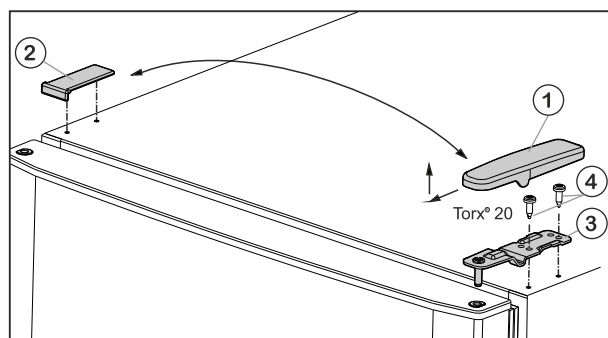
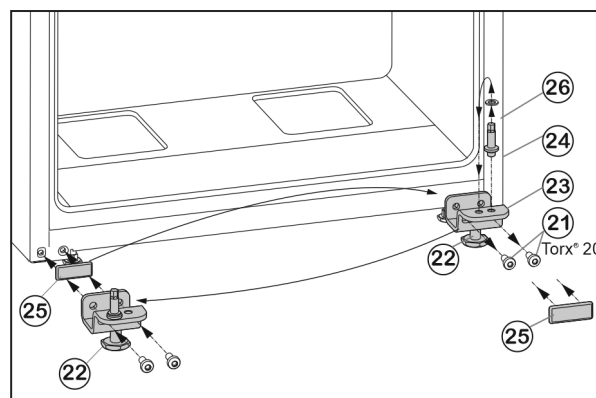

Fig. 5
Fig. 7
- ▶ Wyjąć osłonę Fig. 5 (1) do przodu i do góry.
- ▶ Podnieść osłonę Fig. 5 (2).
- ▶ Odkręcić górną płytkę zawiasu Fig. 5 (3) (2 razy Torx® 20) Fig. 5 (4) i wyjąć ją do góry.
- ▶ Odkręcić śruby mocujące Fig. 7 (21).
- ▶ Usunąć dolną płytkę zawiasu Fig. 7 (23), wraz z trzpieniem zawiasu Fig. 7 (24), podkładką Fig. 7 (26) i nóżką Fig. 7 (22).
- ▶ Odkręcić całą trzpień zawiasu Fig. 7 (24) z podkładką Fig. 7 (26), przetożyć do przeciwległego otworu mocującej płytki zawiasu i tam dokręcić.
- ▶ Ostrożnie zdjąć płytkę osłaniającą Fig. 7 (25) i przetożyć na przeciwną stronę.
- ▶ Całą dolną płytkę zawiasu Fig. 7 (23) wraz z trzpieniem zawiasu Fig. 7 (24), podkładką Fig. 7 (26) i nóżką Fig. 7 (22) ponownie przykręcić po nowej stronie zawiasu, ew. przy użyciu wkrętarki akumulatorowej (z siłą 4 Nm).
- ▶ Założyć dolne drzwi od góry na sworzeń zawiasu Fig. 7 (24).
- ▶ Środkową płytkę zawiasu (13) obrócić o 180° włożyć w dolne drzwi i przykręcić po nowej stronie zawiasu za pomocą śrub mocujących (11) (2 x Torx® 20) (z siłą 4 Nm).
- ▶ Ponownie założyć podkładkę z tworzywa sztucznego (10).
- ▶ Założyć górne drzwi na środkową płytkę zawiasu (13).
- ▶ Włożyć w drzwi górną płytkę zawiasu Fig. 5 (3) po nowej stronie zawiasów.
- ▶ Dokręcić górną płytkę zawiasu (z siłą 4 Nm) (2 razy Torx® 20) Fig. 5 (4). Ewentualnie użyć wkrętarki akumulatorowej.
- ▶ Założyć osłonę Fig. 5 (1) od zewnątrz odpowiednio po przeciwległej stronie i zażebić.
- ▶ Założyć osłonę Fig. 5 (2) od góry odpowiednio po przeciwległej stronie i zazębnić.
- ▶ Wykręcić nóżkę Fig. 7 (22) przy dolnej płytce zawiasu Fig. 7 (23), aż będzie przylegać do podłoża.